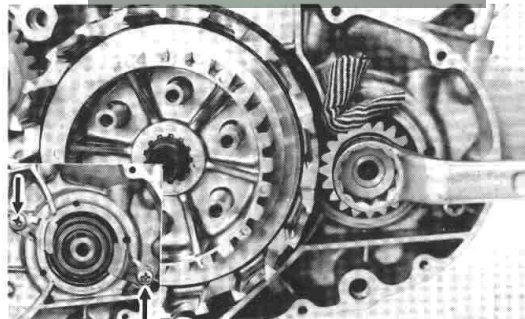

Fig. 3-3-11
3. Loosen primary drive gear by first placing a folded rag between the teeth of the primary gears to lock them as shown in the figure. Then loosen drive gear nut. Remove nut & washer. (Fig. 3-3-11)
3. Desserrez le pignon d'attaque primaire en plaçant d'abord un chiffon plié entre les dents des engrenages primaires pour les bloquer comme indiqué sur la figure. Puis desserrez l'écrou du pignon d'attaque. Retirez l'écrou et la rondelle. (Fig. 3-3-11)